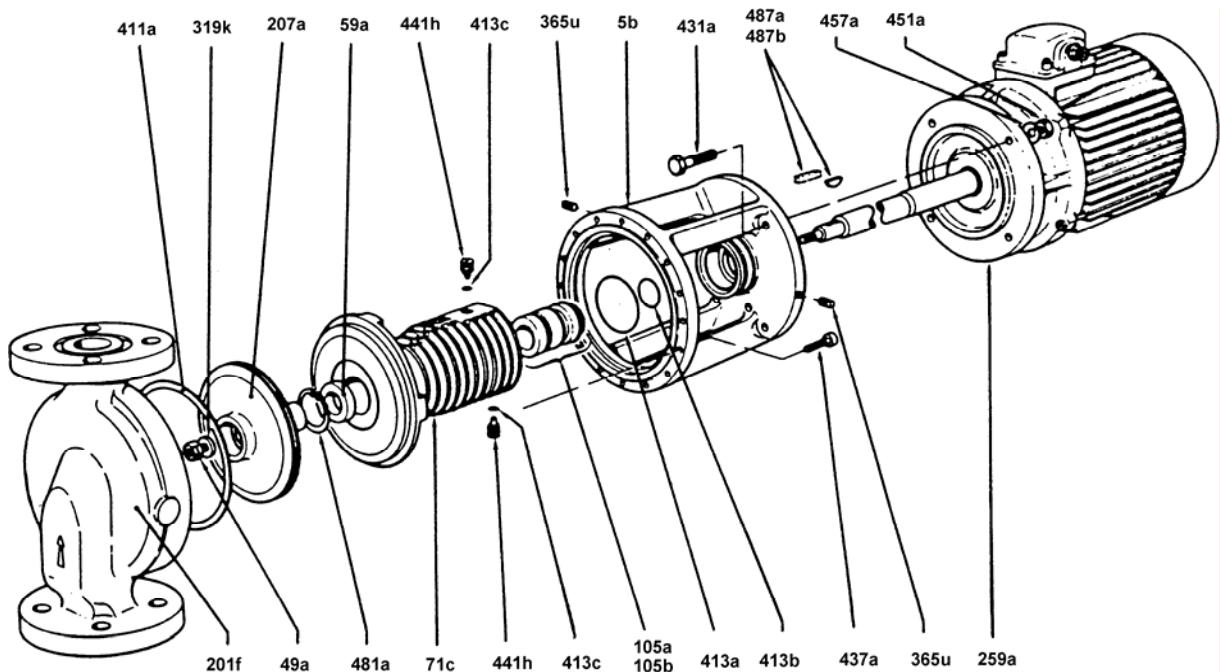
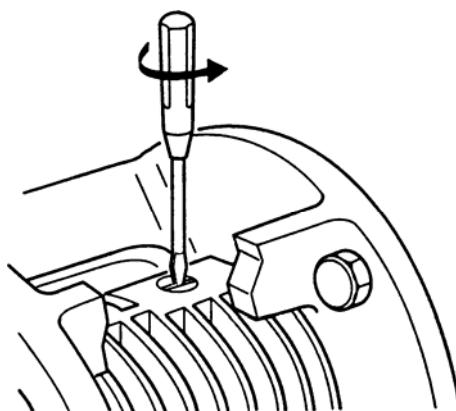

Рис. 1
Рис. 4
- Клеммная коробка мотора не должна быть направлена вниз, так как иначе в неё легко может проникнуть вода. При необходимости корпуса насоса после откручивания винтов с внутренними шестигранниками должен проворачиваться так, чтобы клеммная коробка была бы направлена вверх. При этом следует добиться того, чтобы винт для удаления воздуха (рисунок 1, позиция 441h) оказывался бы в самой высокой точке.
- Отверстия на фланце фонаря со стороны мотора (Рис. 1, поз. 365u) не закрывать, так как при помощи них можно визуально определить выход из строя торцевого уплотнения (в случае выхода из строя торцевого уплотнения через эти отверстия будет сочитаться вода).
- В зависимости от положения насоса при монтаже винт для удаления воздуха не всегда может находиться в самой верхней точке (рисунок 1, позиция 441h и рисунок 4). В этом случае необходимо путём выкручивания винтов с внутренним шестигранником на
9 Разборка насоса и монтаж/демонтаж (рисунок 1)